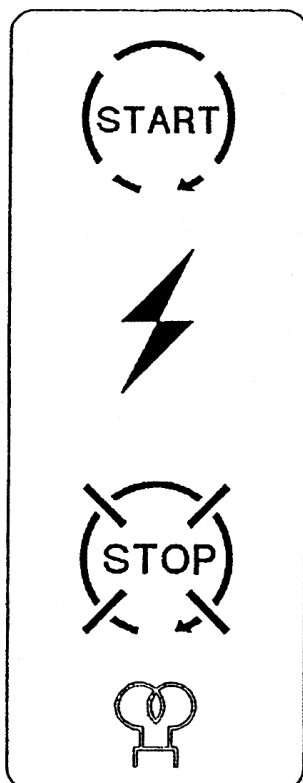

fig. 11
3) Girar la llave a la posición STOP (Fig. 11) para obtener la parada del motor y retirarla
- 3) Turn the key to the STOP (Fig. 11) position to stop the engine and release it.
- 3) Tourner la clé à la position du STOP (Fig. 11), pour arreter le moteur et retirer la même.